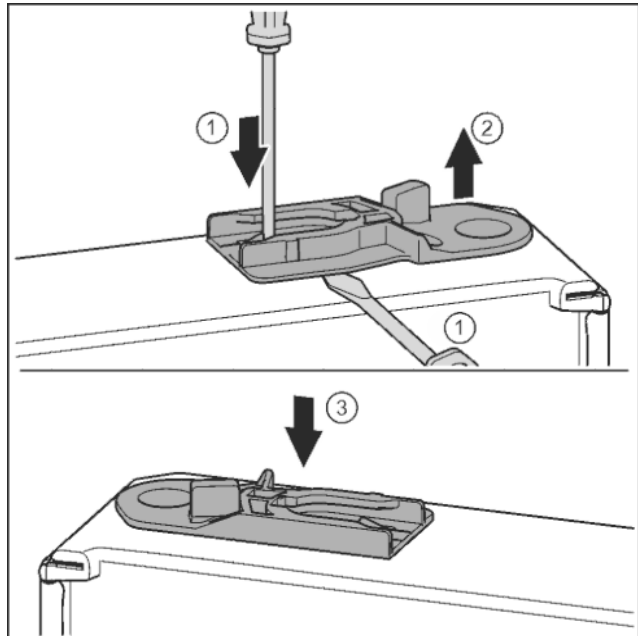

Fig. 33
- ▶ Извлечь направляющее гнездо: нажать накладку шлицевой отверткой и одновременно переместить ее шлицевой отверткой под направляющее гнездо. Fig. 33 (1, 2)
- ▶ Прилагаемое при поставке направляющее гнездо вставить на другой стороне корпуса. Fig. 33 (3)